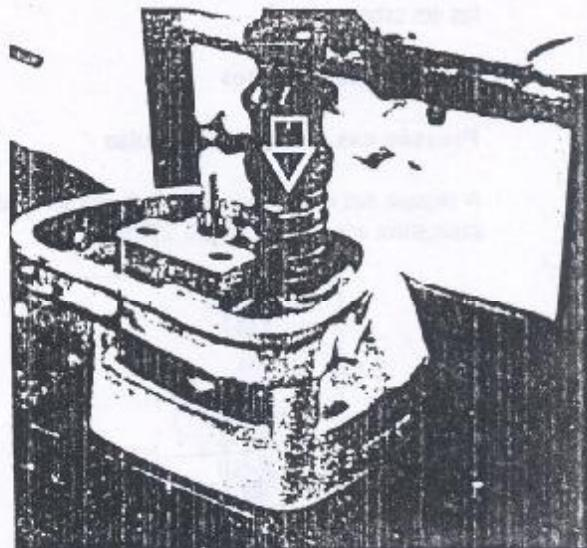

Figura 1.09.1 - Dispositivo para comprimir a mola das válvulas
1. Posicionar o conjunto do cabeçote em um dispositivo para comprimir as molas das válvulas (Figura 1.09.1).
1. Instalar as válvulas no cabeçote e posicionar o cabeçote no dispositivo para desmontagem das válvulas (Figura 1.09.1)